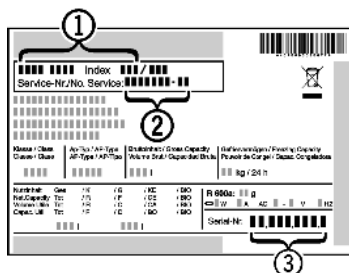

Fig. 19
- ▶ Apparaataanduiding *Fig. 19 (1)*, service-nr. *Fig. 19 (2)* en serie-nr. *Fig. 19 (3)* van het typeplaatje aflezen. Het typeplaatje bevindt zich aan de linkerkant binnen in het apparaat.
- ▶ Contact opnemen met de Technische Dienst en het probleem, apparaataanduiding *Fig. 19 (1)*, service-nr. *Fig. 19 (2)* en serie-nr. *Fig. 19 (3)* mededelen.